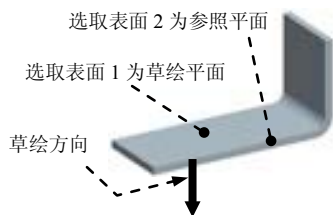

图 11.3.2 定义草绘平面
Step6. 定义草绘平面。选取图 11.3.2 所示的模型表面 1 为草绘平面, 再选择 **OK (确定)** 命令, 接受系统默认的特征创建方向; 选择 **Bottom (底部)** 命令, 然后选取图 11.3.2 所示的模型表面 2 为参照平面。